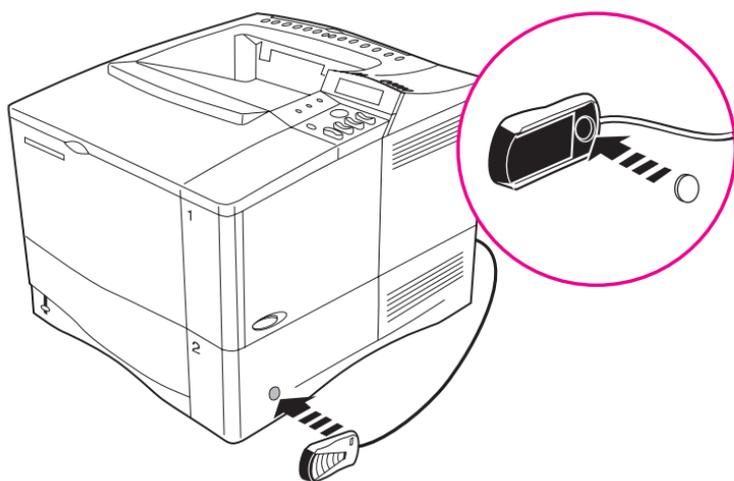

図 3 Velcro（マジックテープ）を取り付ける
HP Fast InfraRed Receiver は、机の上に置くことも、7 ページの図 3 に示すように、プリンタ側面に Velcro (マジックテープ) で取り付けることもできます。
1. HP Fast InfraRed Receiver の裏面の丸い凹部に、Velcro (マジックテープ) を貼り付けます (図 3 を参照)。
2. Velcro (マジックテープ) の残りの部分をプリンタ側面に貼り付けます (図 3 を参照)。